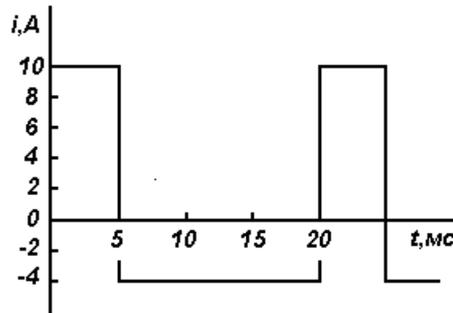

Рисунок 1.6
**Пример.** Измеряемый ток имеет форму кривой, изображенной на рис.1.6. Определите, что покажет электромагнитный амперметр. Погрешностями прибора пренебречь.